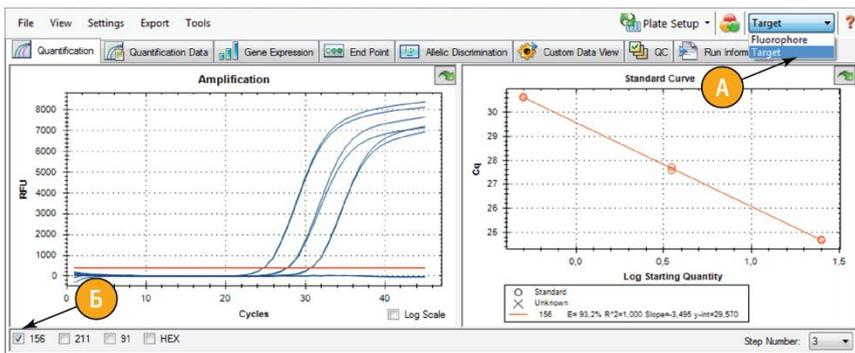

Рисунок 4 – выбор режима анализа «Мишень» (правый верхний угол) и выбор мишени под полем «Амплификация» (Amplification).
3 В правом верхнем углу выбрать «Режим анализа > Мишень» (Select Analysis Mode > Target) (см. рис. 4, А). Под полем «Амплификация» (Amplification) оставить галочку только на одной мишени (например, 156) (см. рис. 4, Б).
- выбрать одну мишень (под полем «Аmplification» (Amplification) (см. рис. 4, Б));
- 2 Оценить эффективность (E) прохождения реакций для каждой мишени и значение R^2 (R^2):
- в поле «Стандартная кривая» (Standard Curve) приведены автоматически рассчитанные значения этих величин для всех мишеней, отмеченных галочкой под полем «Амплификации» (Amplification) (см. рис. 4, Б).
- выбрать только мишень HEX (см. рис. 4);
- убедиться, что выбран режим анализа «Мишень». Выбрать одну или несколько мишеней канала FAM (91, 156, 211, под полем «Амплификация» (Amplification) (см. рис. 4));
- в поле с таблицей данных в столбце «Нач. кол-во» (SQ) во вкладке «Расчет» (Quantification) отобразятся значения эффективных концентраций каждой технической повторности исследуемых образцов (нг/мкл);